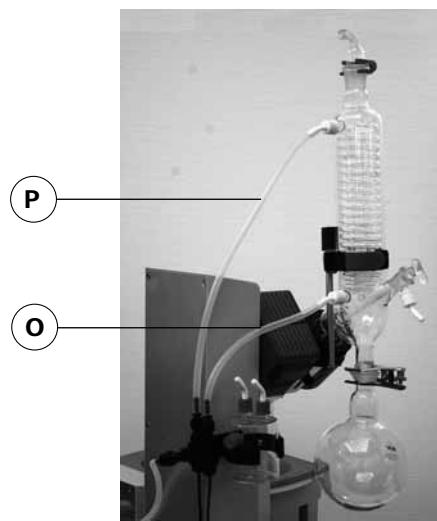

Fig. 17
☞ Reliez les flexibles d'eau sur le refroidisseur en verre (flexible court (O) = sortie vers le bas, flexible long (P) = arrivée vers le haut) et fixez les flexibles (fig. 17).